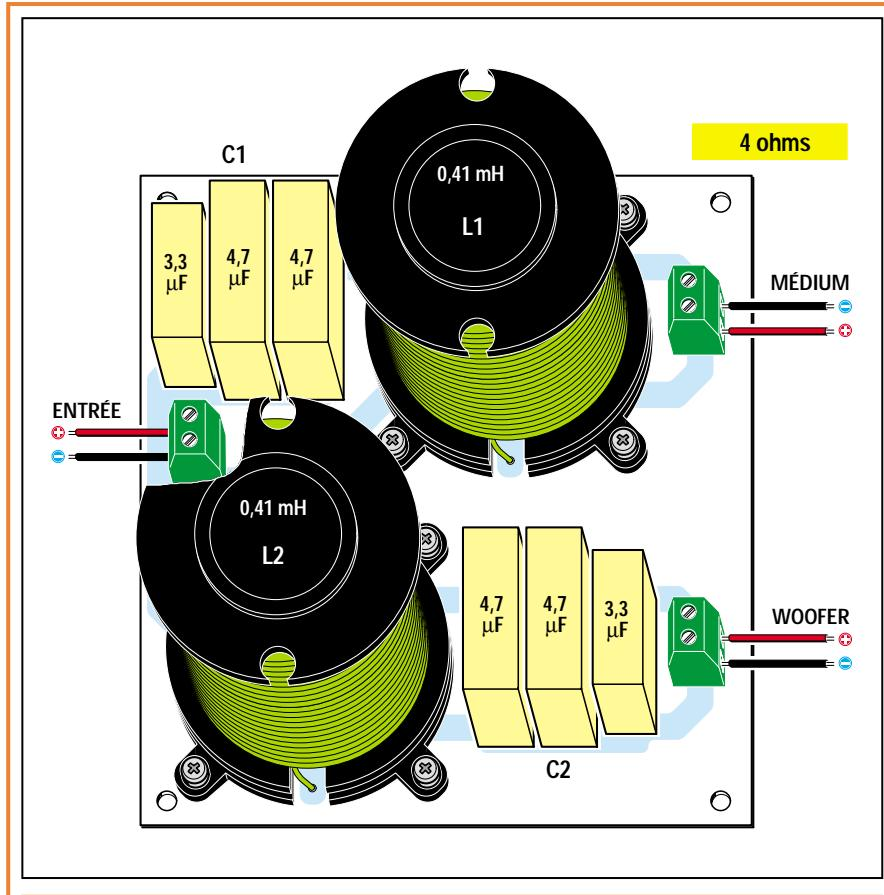

Figure 20 : Schéma d'implantation des composants d'un filtre à 2 voies de 12 dB par octave, pour haut-parleurs de 4 ohms.
*Pour haut-parleurs de 4 ohms (figures 20 et 34)*